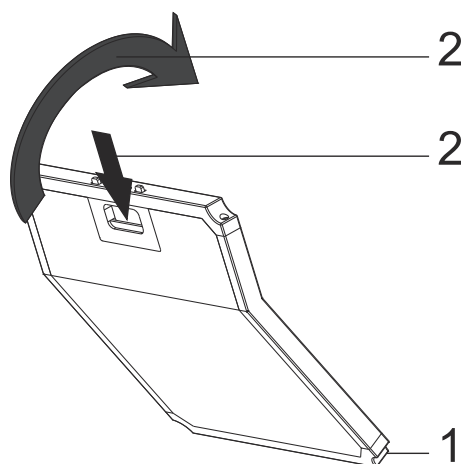

Fig. 6: FILTRE À CHARBON
- 1-Placez la partie inférieure du filtre à charbon dans le boîtier de moteur.Fig. 6
- 2-Appuyez sur la languette du filtre à charbon et tirez-la vers l'avant, et veillez à ce que les languettes du filtre à charbon soient en contact et bloquées.Fig. 6